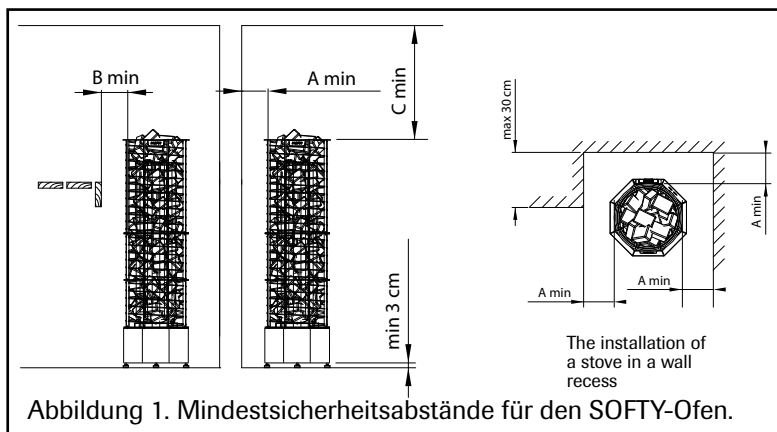

Abbildung 1. Mindestsicherheitsabstände für den SOFTY-Ofen.
\*\*) Siehe Abbildung 1
- Der Ofen kann auch in einer Wandaussparung aufgestellt werden, siehe Abbildung 1.